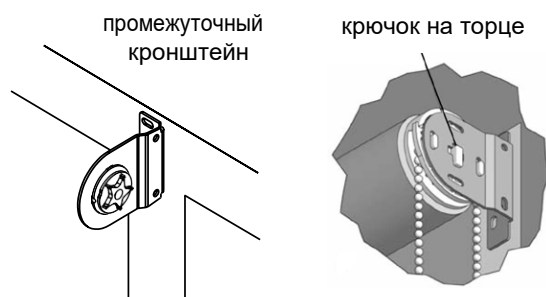

Рис. 10. Установка правого изделия
2. Разметить предполагаемые места установки кронштейнов, расстояние между которыми является шириной готового изделия. Место установки промежуточного кронштейна размечать таким образом, чтобы его наружная сторона оказалась на линии, до которой велись измерения при замере (Рис. 10).
3. Прикрутить 2 саморезами\* (при необходимости использовать дюбели\*) каждый кронштейн, начиная с правого (Рис. 10).